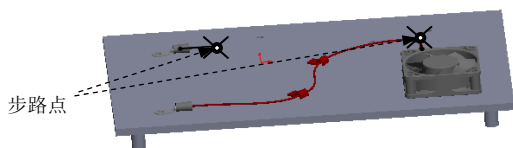
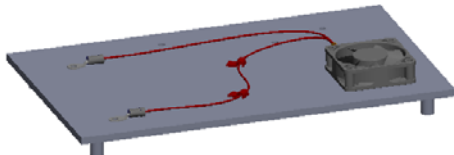

图 11.8.49 选取步路点
图 11.8.50 创建自动步路
Step2. 自动步路。选择  功能选项卡中的  **自动步路(A)** 命令，系统弹出“自动步路”对话框；选取图 11.8.49 所示的两个点作为步路点；单击对话框中的  按钮。完成图 11.8.50 所示的自动步路的创建。